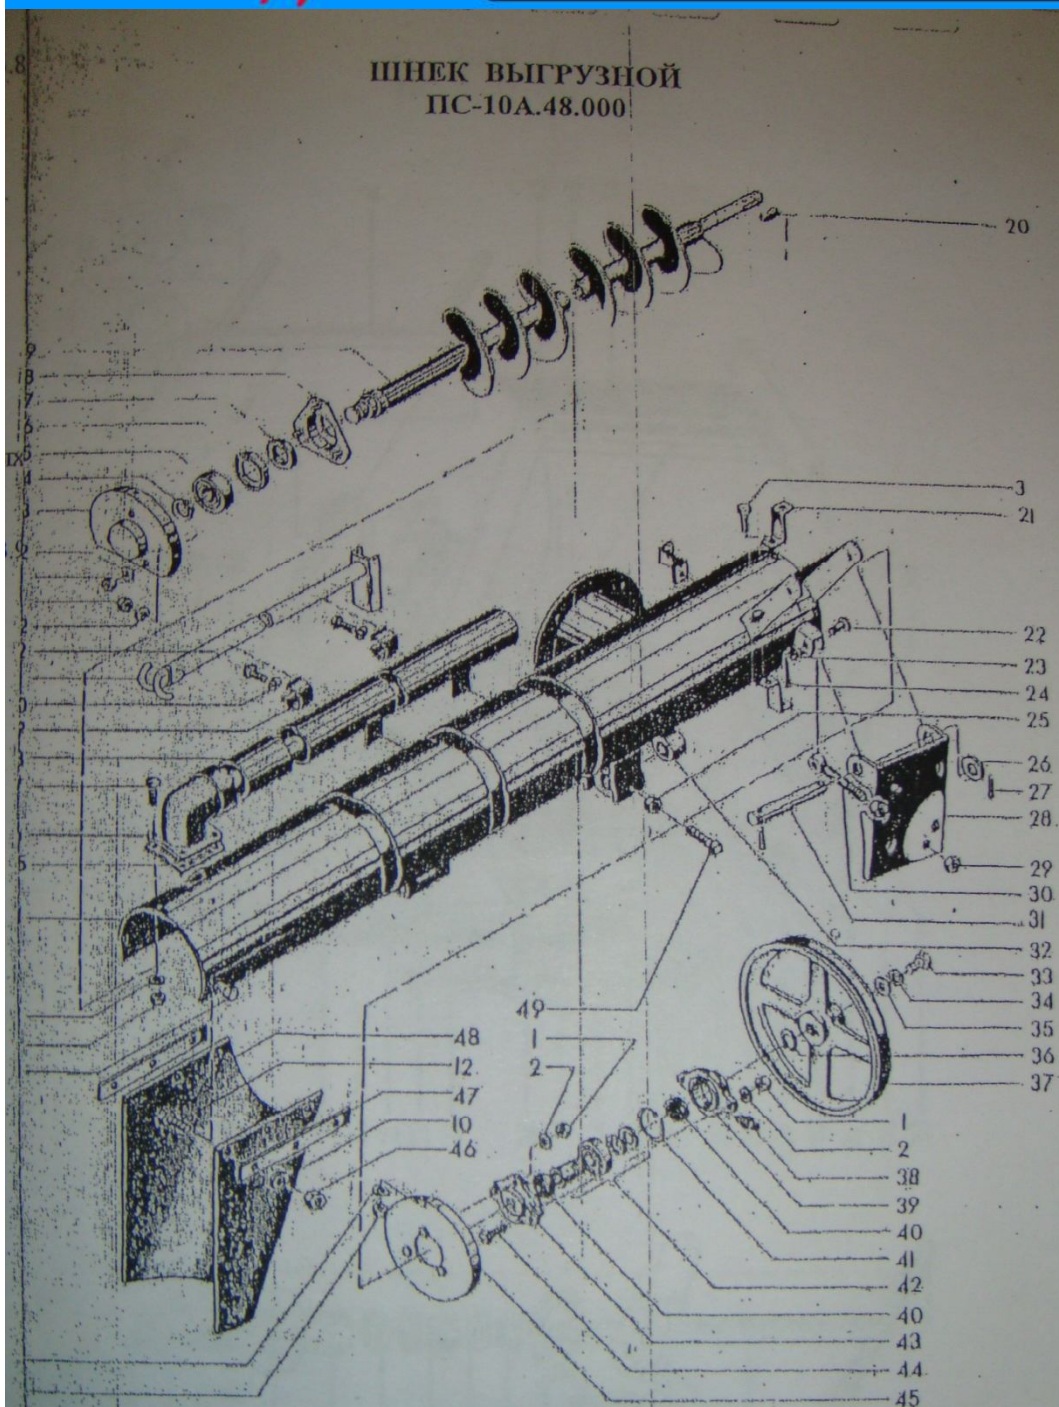

Рис.3.9
3.7. Выгрузной шнек (рис. 3.9.) предназначен для выгрузки протравленных семян.
Подрисуючный текст к рис. 3.9